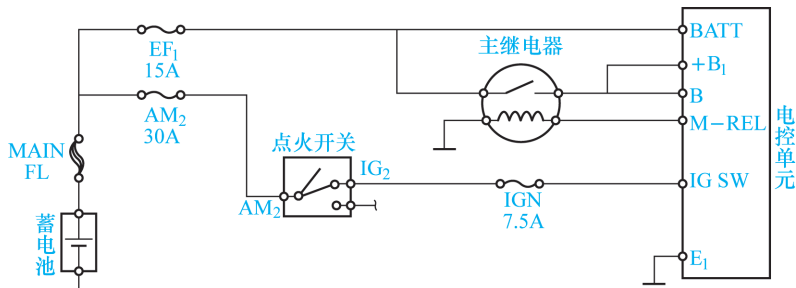

图 1-6 丰田汽车电控单元的电源电路
(1) 电控单元的电源电路。电源向电控单元供电的电路称为电控单元的电源电路, 一般分为两大类: 永久电源电路和主电源电路。永久电源电路是指与电源正极直接相连的电路, 其作用是在任何时候都给电控单元供电, 以使电控单元保存数据信息。主电源电路是指在点火开关或其他开关的控制下直接或间接向电控单元供电的电路, 它提供电控单元正常工作所需要的电能。如图 1-6 所示为丰田汽车电控单元的电源电路。